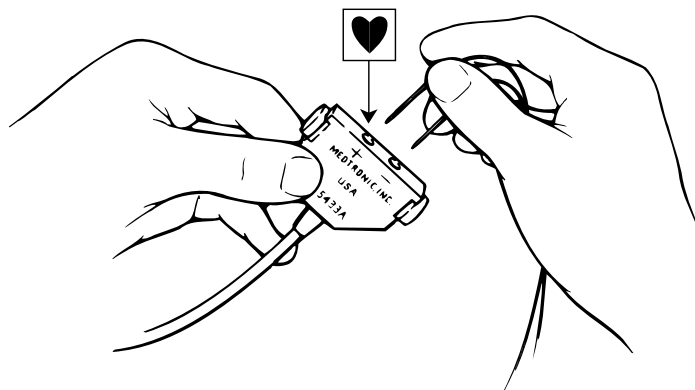

Figura 9-3. Collegamento del sistema di elettrocateteri di stimolazione alle prese del cavo paziente Modello 5433A o 5433V.
2. Inserire i pin del connettore dell'elettrocatetere nelle prese del cavo paziente nel modo illustrato (cfr. la Figura 9-3).